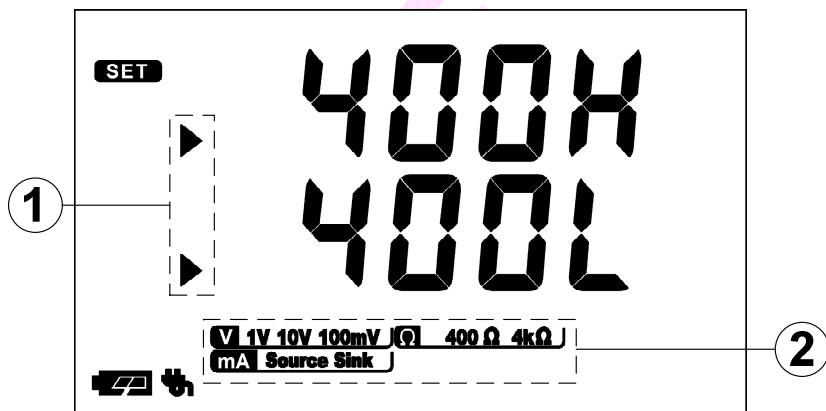

图 6.11 标定参数菜单状态
(1) 通过按 **SWITCH** 键, 切换修改 DA 码值(上排参数)或修改对应物理量值进(下排参数)
(2) 上排的 DA 码值: 通过按 **◀ ▶** 键移位, 按 **▲ ▼** 键修改设定值, 修改位闪烁, 按 **CLEAR** 键清零, 在 0~65535 的范围内可任意修改
(3) 下排的物理量值: 通过按 **0-9** **+/-** **.** 键配合修改当前修改值(若修改值超出当前信号类型允许设置数值的上下限范围, 则显示修改值直接变成对应的上下限)
(4) 按输出确认键 **ENTER**, 仪表按照修改的 DA 码值进行输出
(5) 按住 **STORE** 键, 直到显示退回到如【图 6.11】所示的标定参数菜单状态(不同信号类型退回各自的标定参数菜单状态), 标定参数保存生效。
(6) 按 **RECALL** 键, 则不保存新的标定数据而直接退回【图 6.11】所示的标定参数菜单状态